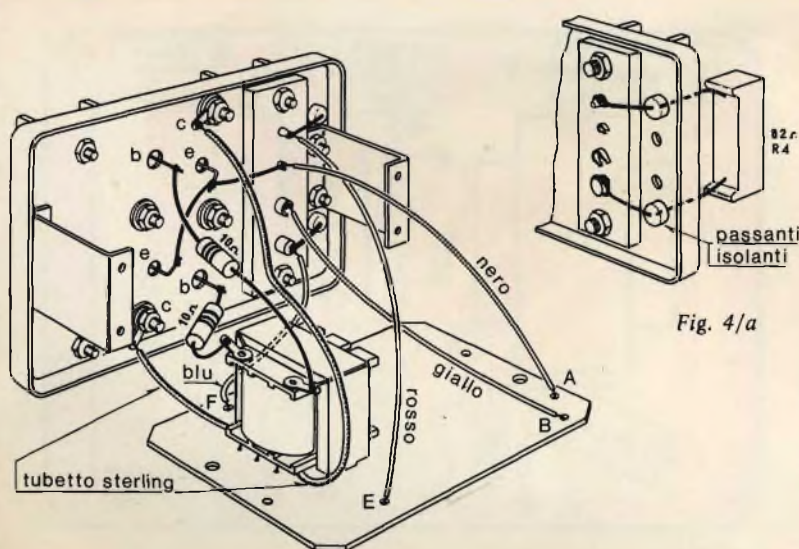

Fig. 4 - Montaggio del trasformatore T1 e collegamenti vari.
- Saldare alle due pagliette che si trovano sul lato superiore del primario del trasformatore T1, vedi fig. 4, i due resistori R1 e R3, entrambi da 10 Ω. Dal lato della saldatura i terminali dei due resistori dovranno avere la lunghezza di circa 10 mm, dal lato opposto i terminali, che saranno successivamente saldati alla piastra, dovranno avere lunghezza di circa 20 mm.
- Infilare nei due conduttori provenienti dal primario del trasformatore T1 i due spezzoni di tubetto sterlingato giallo — fig. 4.
- Saldare il conduttore rosso, proveniente dal punto «E» del circuito stampato, alla presa superiore della basetta porta prese — fig. 4.
- Saldare i due conduttori isolati con tubetto sterlingato, provenienti dal primario del trasformatore, ai terminali semplici ad occhio che fanno capo ai collettori dei due transistori — fig. 4.